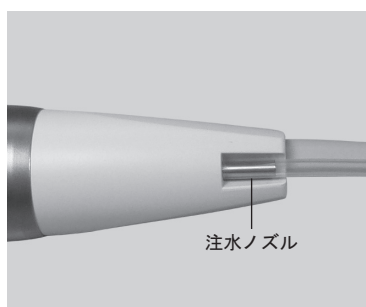

図 11
- 4) もう一方のイリゲーションチューブ先端をハンドピースの注水ノズルに挿し込みます。（図 11）